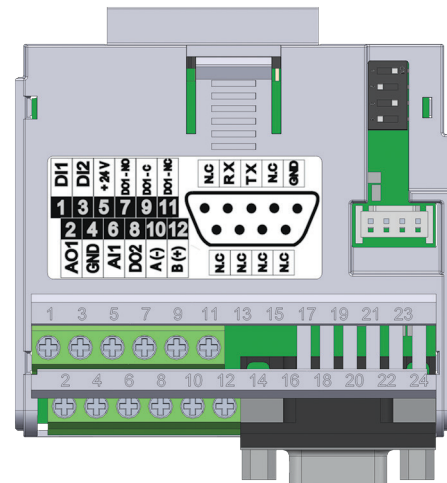

Figura 19.2: Módulo Plug-in CFW500-CRS232
O módulo plug-in CFW500-CRS232 tem a interface Serial (1) através da porta RS485 nos bornes 10 (A-) e 12 (B+), bem como a interface Serial (2) através da porta RS232 no conector padrão DB9, veja Figura 19.2 na página 19-1.